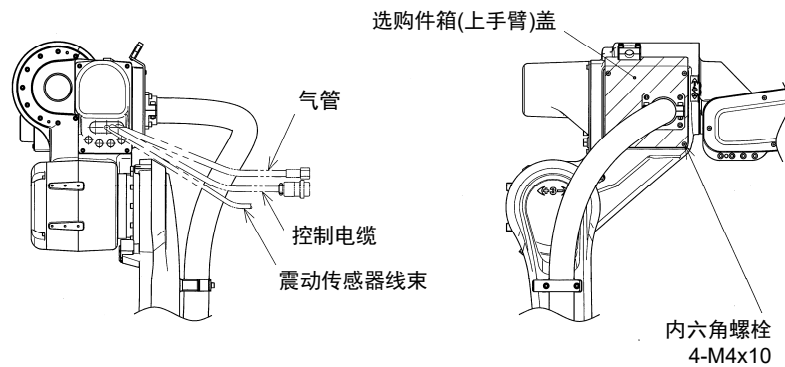

图 1.8 选配件箱(上手臂)外观
1. 参考图1.8, 拆卸4根内六角螺栓(M4×10), 并打开上手臂的选配件箱(上手臂)盖。